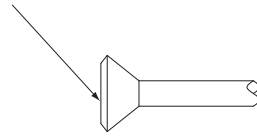

Fig. 7
- Ao fazer uma conexão cônica, cubra a superfície interna afunilada apenas com óleo éter ou óleo de éster. **(Consulte a Fig. 7)**